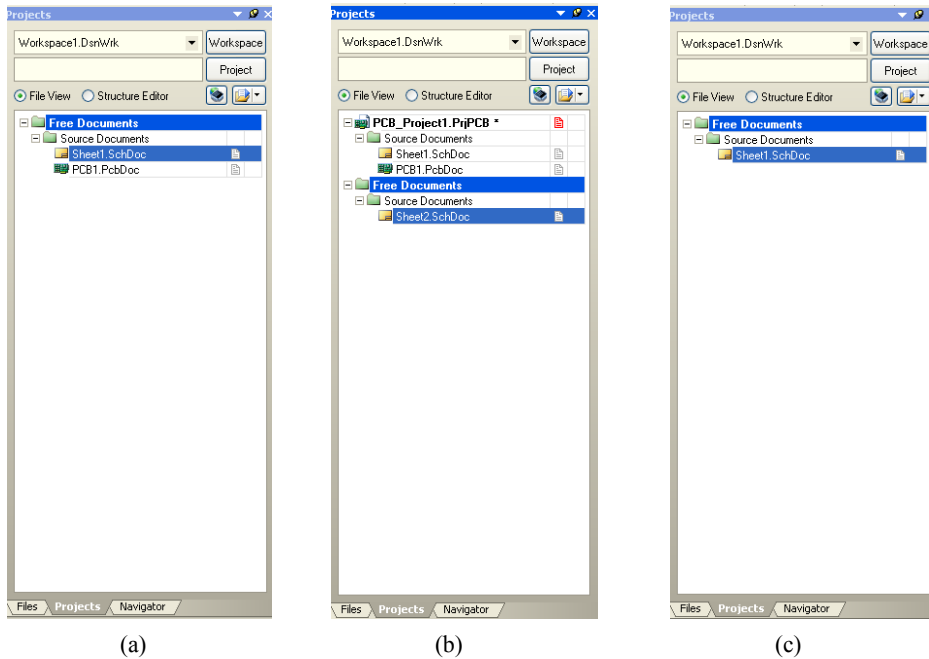

图 1-12 自由文件
(1) 若用户在进行印制电路板的设计之前没有创建项目文件，而直接去建立各类文件(如原理图文件、PCB 文件、原理图库文件、PCB 库文件等)，系统会自动地把所建的各类文件放入设计时生成的“Free Documents”(自由文件)下，以方便管理，如图 1-12(a)所示。
(2) 当将某文件从已建项目文件中删除时, 该文件并没有从【Projects】面板消失, 而是出现在“Free Documents”下。该功能类似于 Windows 系统中的【回收站】, 这样当需要将文件还原到项目文件中时操作起来比较方便。但是如果用户在项目中关闭了文件, 然后对该文件进行“Remove From Project...”操作, 则此文件将从【Projects】面板中彻底消失, 如图 1-12(b)所示。
(3) 打开 Protel 2004 的一个存盘文件(非项目文件)时, 该文件将出现在“Free Documents”下, 如图 1-12(c)所示。